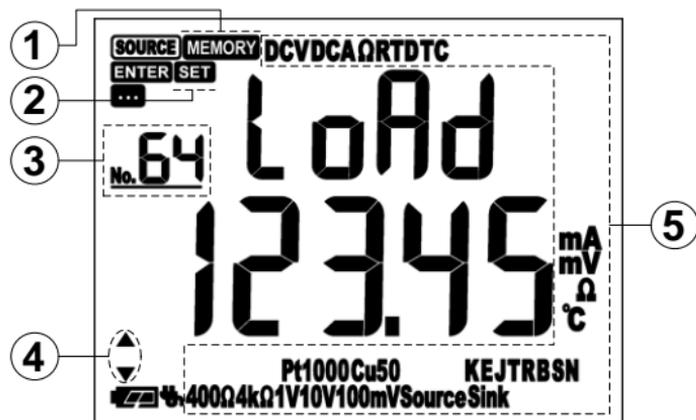

图 5.8 读取常用输出值的显示画面
- (1) MMB 在正常操作时, 按 **RECALL** 键, MMB 切换到读取状态显示: 显示内容如【图 5.8】所示。
- (2) 通过按 **▲▼◀▶** 键切换选择读取位置 1~64, 位置数字显示在左上角。随着切换读取位置, 所选编号位置存储的存储值、信号类型和单位信息会实时在下排显示刷新。如果当前内存位置没有数据, 则会显示“- - - -”。